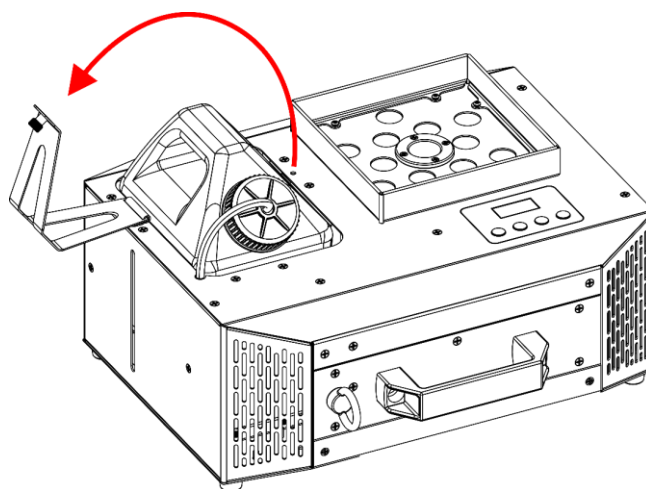

Fig. 29
- 03) Basculez le **support du réservoir de liquide (03)**, comme indiqué sur la Fig. 29.